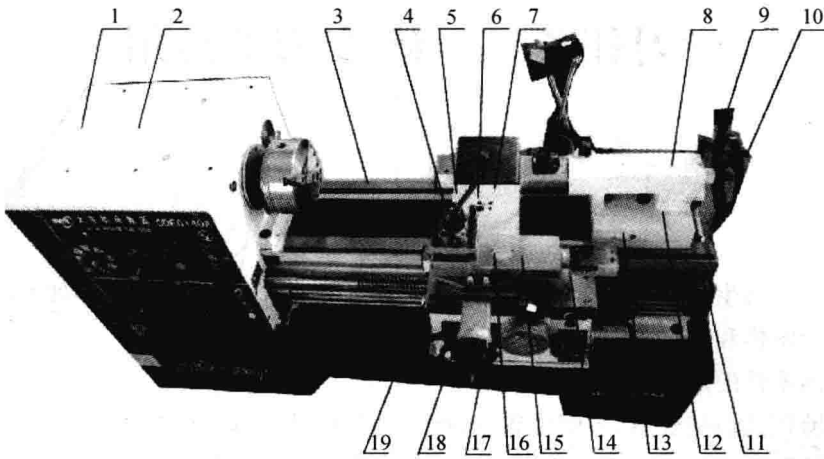

图 1-2 CDE6140A 型车床润滑部位图
1. 按照图 1-2 CDE6140A 型车床润滑部位图填写表 1-1。